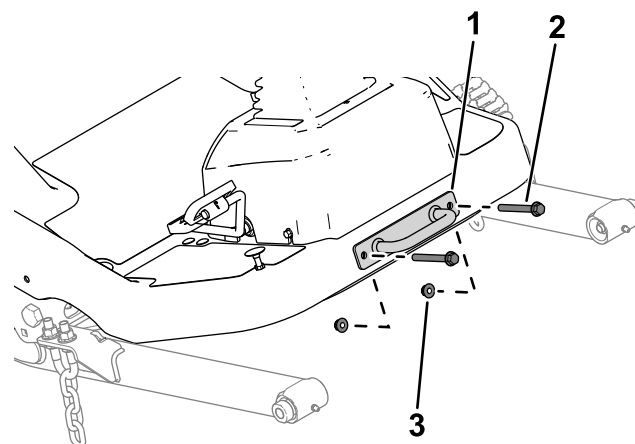

Figure 11
- 1. Déposez le support d'attache de la plate-forme (Figure 11).